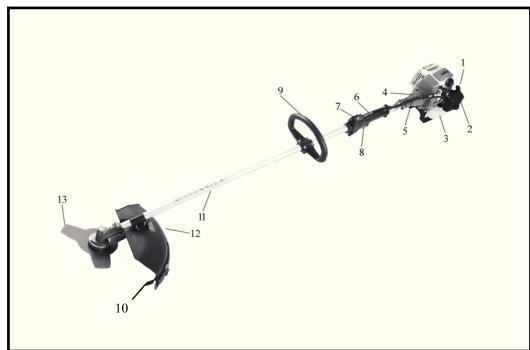
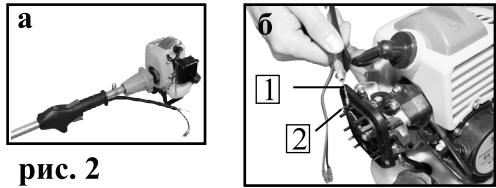

рис. 1
рис. 2
5.1 Общий вид бензокосы схематично представлен на рис.1
6.1 Установка двигателя на штанге гибкого вала (рис.2)
- 6.1.1 Совместите корпус муфты сцепления **4** (рис.1) и двигатель, как показано на рис. 2а.
6.1.3 Проденьте тросик дроссельной заслонки **1** с оконцевателем **2** (рис. 2б) через отверстие и установите в прорезь тяги дроссельной заслонки **3** (рис. 2в) так, чтобы оконцеватель попал в соответствующий паз (рис. 2в). Для удобства установки снимите крышку воздушного фильтра **2** (рис.1) см. п.8.2.1.
6.1.4 Соедините контакты катушки зажигания в соответствии с цветом проводов (рис. 2г)
Внимание! Перед работой, не забудьте снять с ножа ограничителя длины лески **10** (рис. 1) защитный чехол. Соответственно, по окончанию работы наденьте чехол обратно.
6.3.1 Установите рукоятку **9** (рис.1) на штангу гибкого вала **11** (рис.1)